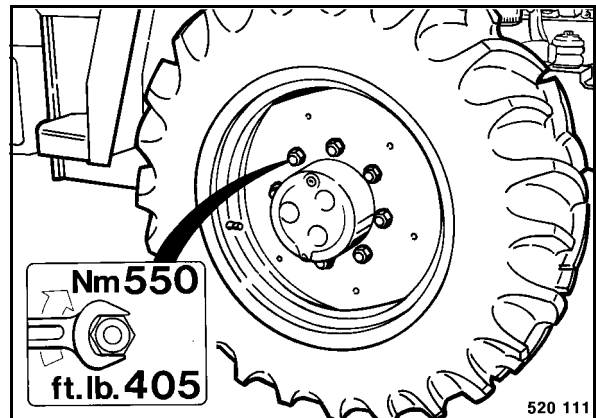

fig. 164
- Mettre une nouvelle roue en place (fig. 164) et serrer les écrous de roue en croix à un couple de serrage de 550 Nm.